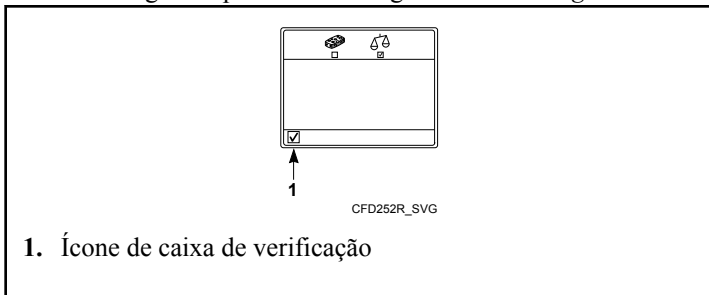
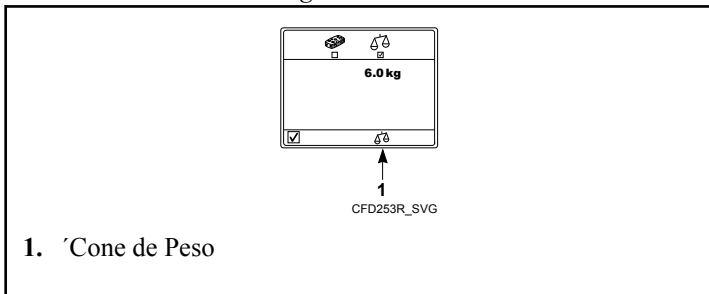

Figura 28
Figura 29
3. Para medir o tamanho da carga com base no nível de água, aperte a tecla debaixo do ícone de caixa de verificação. Consulte a *Figura 28* . Aparece o ícone de peso. Consulte a *Figura 29* .
4. Aperte a tecla debaixo do ícone de peso. Consulte a *Figura 29* . Agora pode-se modificar o peso.